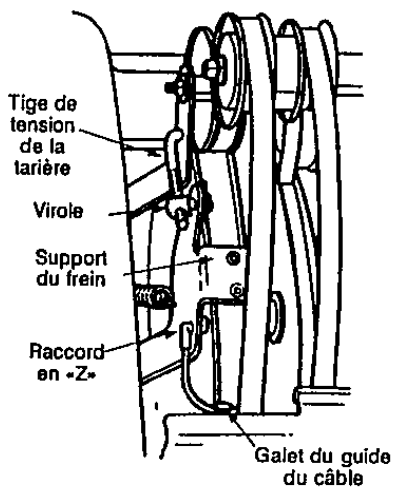

Figure 15
- Dégagez la courroie d'entraînement de la tarière (courroie avant) de la poulie motrice. Voir la figure 15.
- Retirez la goupille fendue et la rondelle de la virole pour dégager la tige de tension de la tarière du support du frein, comme à la figure 15.